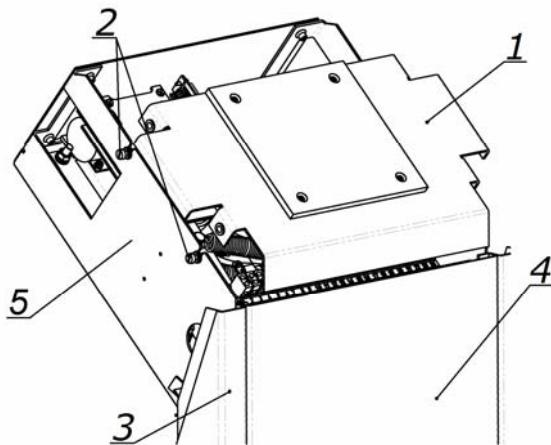

Рисунок 11. Стойка турникета со снятой крышкой
5. Установите гильзы анкеров (15) в выполненные в полу отверстия так, чтобы они не выступали над поверхностью пола.
6. Снимите крышку турникета (2). Порядок снятия крышки см. в разд. 6.
7. Снимите усиливающую пластину (1, рис. 11). Для этого предварительно ослабьте отверткой шлицевой четыре винта крепления пластины (2, рис. 11).
8. Снимите заднюю стенку турникета (4, рис. 11). Для этого смещайте ее вверх вдоль стойки турникета, до тех пор, пока она не выйдет из зацепления со стойкой. Задняя стенка снабжена двумя парами защелок, расположенными в ее верхней и нижней частях.
12. Подключите кабель (14) ПДУ (устройства РУ или контроллера СКУД) к выносной клеммной колодке **XS1**.
14. Подключите кабель питания (11) от источника питания турникета к выносной клеммной колодке **XS1**.
15. При необходимости произведите установку считывателей карт доступа на предусмотренные для этого места на стойке (5, рис. 11). Для подключения считывателей используйте свободные контакты (15 - 24) клеммной колодки **XS1**.